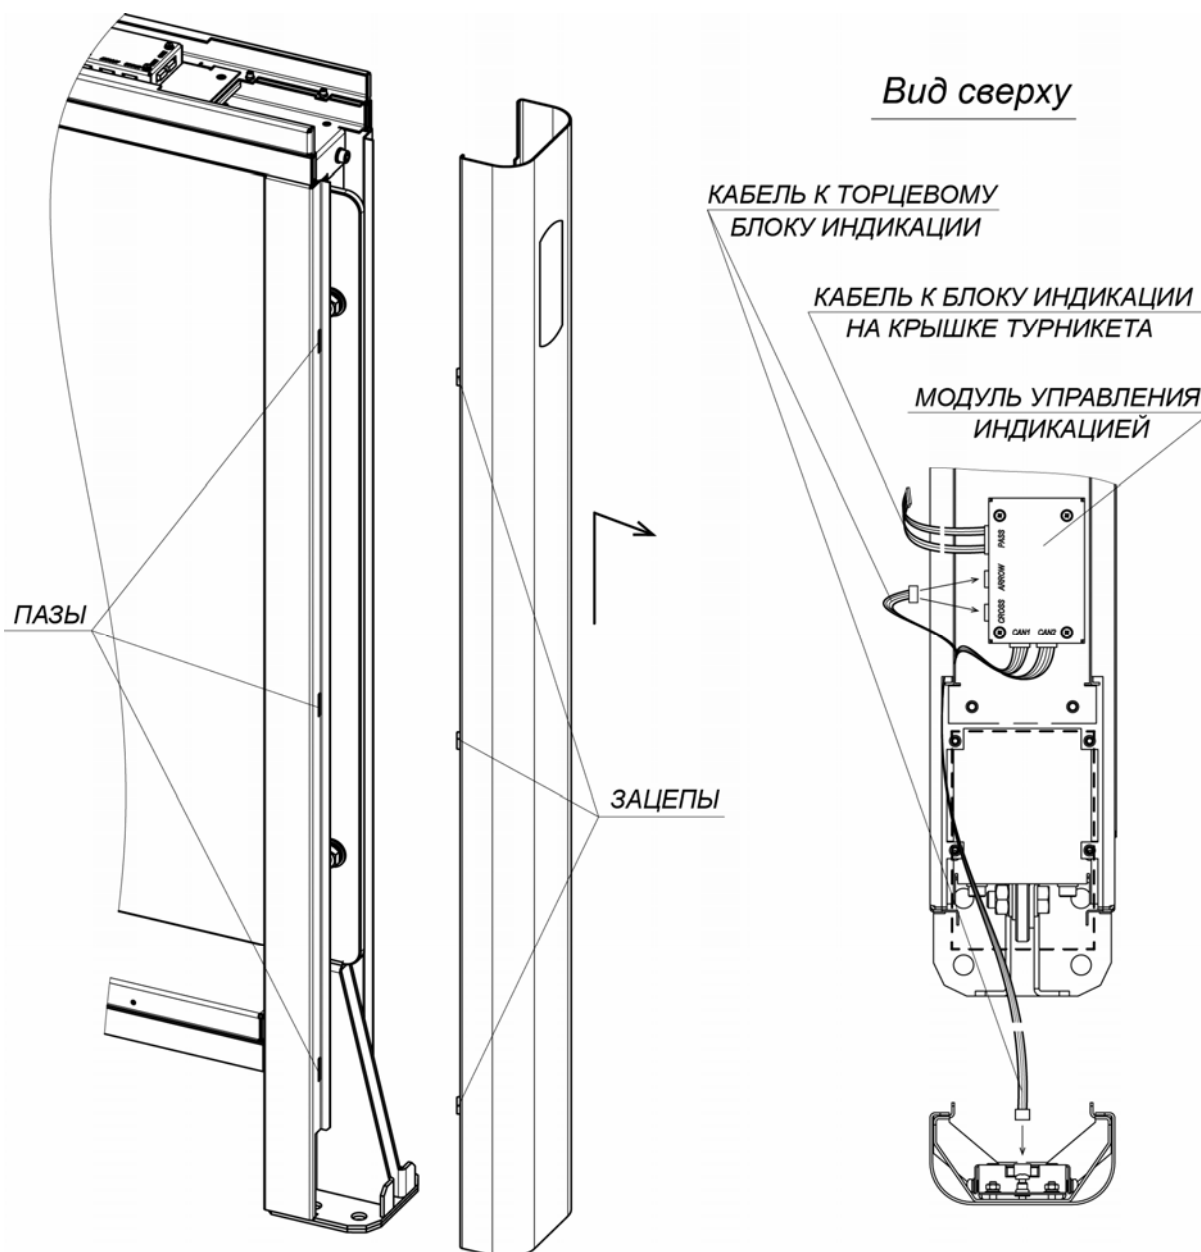

Рисунок 19. Снятие передней панели боковой стойки
21. При необходимости произведите монтаж считывателей карт доступа под блоками индикации крышки: либо на предусмотренные для этого полки в верхнем коробе на торцах стойки (см. рис. 19), либо непосредственно на блоках индикации снизу (**PERCo-MR07 OEM**). Для фиксации считывателей используйте двусторонний скотч и при необходимости неметаллические подкладки, чтобы расположить его как можно выше (т.е. ближе к блоку индикации на крышке) с целью увеличить дальность считывания. Кабели от считывателей аккуратно проведите через верхний короб и центральную стойку к месту ввода кабеля от контроллера СКУД, используя штатные
24. Установите на свои места передние панели боковых стоек (8) (разд. 8.9.2). После установки проверьте, чтобы верхний край панелей находился на одном уровне с корпусом секции. Панель с торцевым блоком индикации устанавливается с того края секции, где находится модуль управления индикацией, который закреплен на одной из двух стальных защитных пластин в верхнем коробе (см. рис. 19). При этом к торцевому блоку индикации необходимо подсоединить соответствующий соединительный кабель от модуля управления индикацией. Для отображения на торцевом блоке индикации белой стрелки соединительный кабель должен быть подключен к разъему **ARROW** модуля управления индикацией, для отображения красного креста – к разъему **CROSS** (см. разд. 8.9.2, рис. 19).
Для снятия передней панели боковой стойки (8) – сдвиньте ее вдоль стойки вверх и затем на себя, выводя зацепы панели из пазов в боковой стойке (см. рис. 19). Осторожно, не повредите соединительный кабель! Отсоедините разъем соединительного кабеля от платы блока индикации.
Перед монтажом крышки стеклянной (10) необходимо проверить, подключены ли к модулю управления индикацией все необходимые соединительные кабели (см. рис. 19, разд. 8.9.2).
- подключите соединительный кабель от модуля управления индикацией (разъем “PASS”, рис. 19) к блоку индикации крышки.